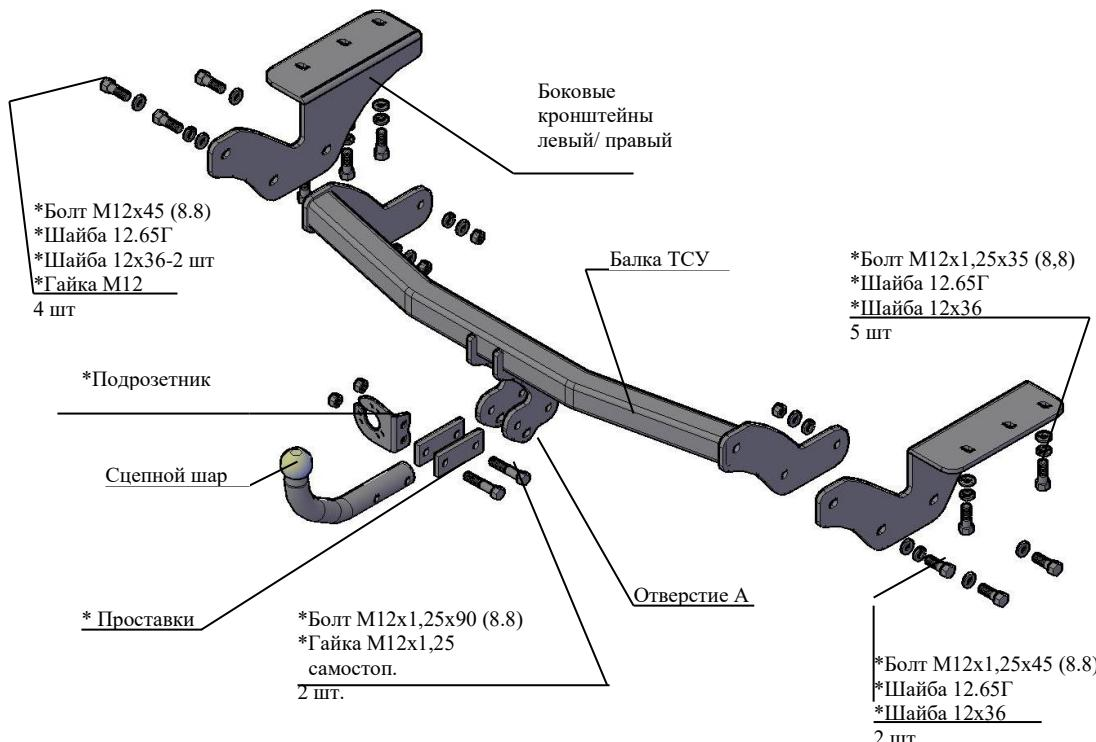

Рис.1 Тягово-сцепное устройство 7833.
2.1 ТСУ 7833 в сборе (рис.1)
2.2 Пакет с комплектующими (см. рис.1)
4.2 Закрепить боковые съемные кронштейны ТСУ (правый и левый соответственно рис.1) к нижним полкам лонжеронов а/м (с левой стороны – тремя, а с правой стороны – двумя) болтами M12x1,25x35 (под головки болтов подложить шайбы гроверные 12,65Г и шайбы 12х36). Крепеж не затягивать.